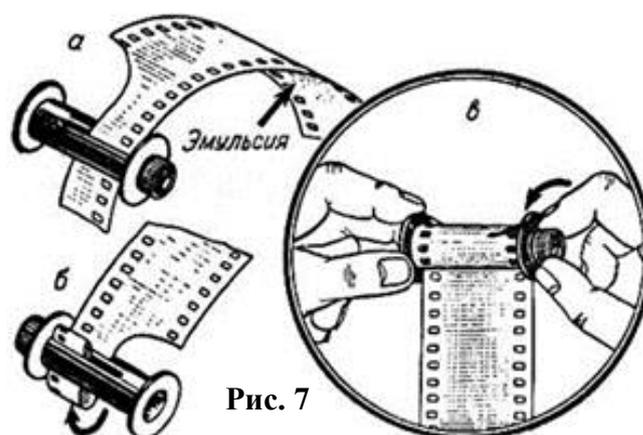

Рис. 7
1. Подрезать конец пленки, вставить его в прорези катушки и закрепить (рис. 7а и 7б).
2. Намотать пленку на катушку эмульсией внутрь. Если держать катушку головкой к себе, витки должны быть расположены по часовой стрелке (рис. 7в).